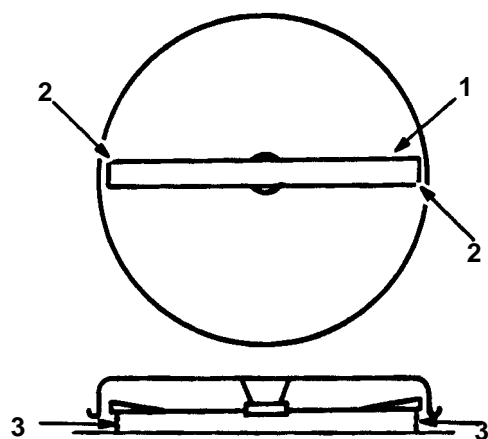

Fig. 48
4. Girate con attenzione la lama (o lame) da fianco a fianco (Fig. 48). Misurate tra i taglienti esterni e la superficie piana (Fig. 48). Se entrambe le misure non risultano entro 4,762 mm, occorre regolare; vedi punti 5 e 6.